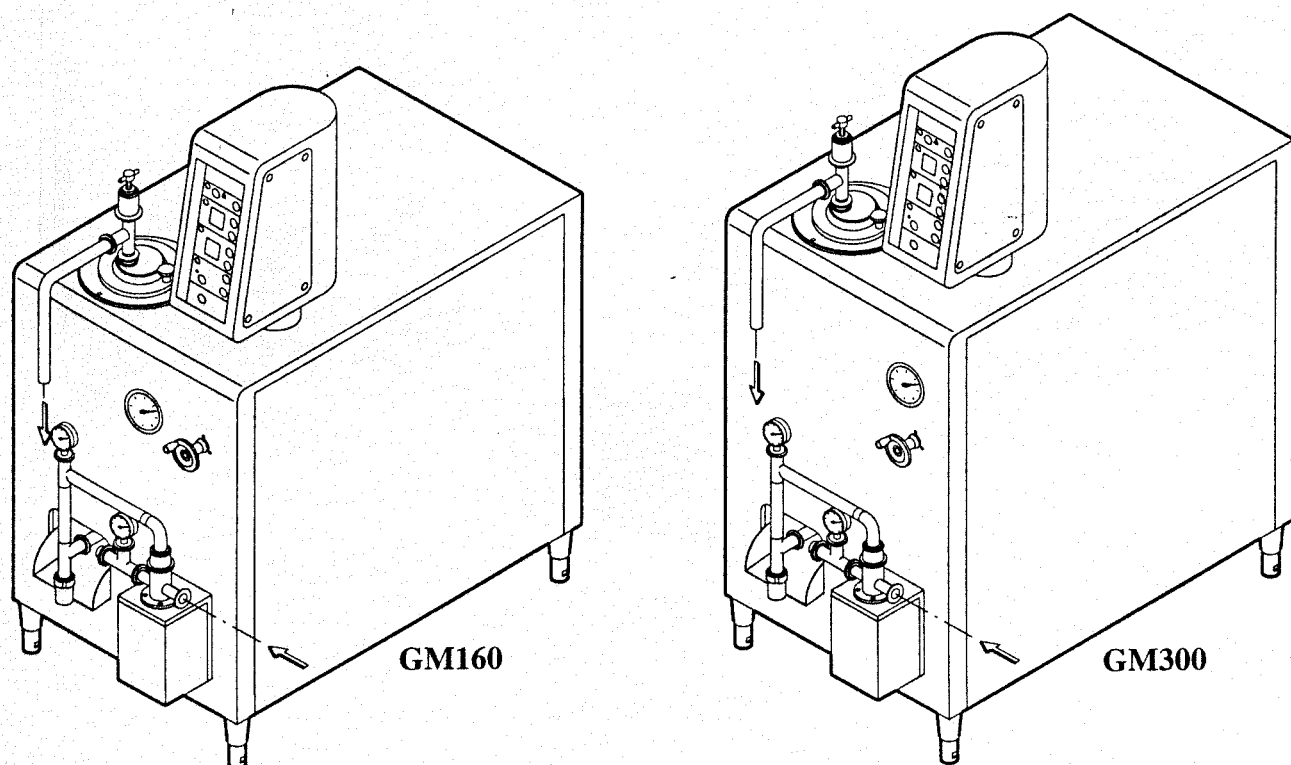

Fig.4.5
- b. Collegare le tubazioni di ingresso miscela ed uscita gelato alla linea di produzione (Fig.4.5).